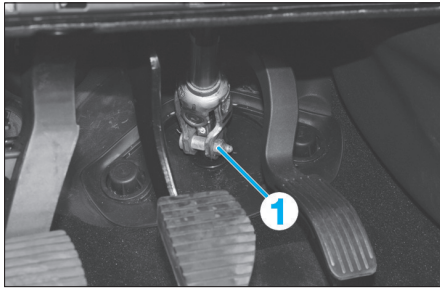

Fig. 8
- le boulon (1) du cardan de direction (Fig.8).
- Déposer la vis du cardan de direction (1) (Fig.8).